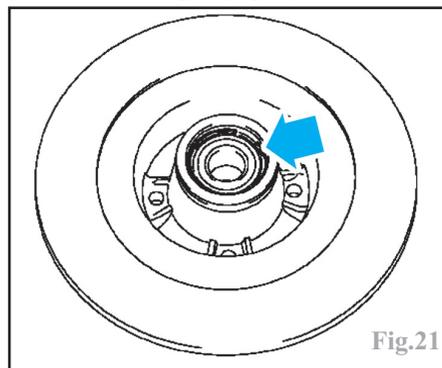

Fig.21
-le circlip de maintien du roulement, à l'arrière du disque (Fig.21).